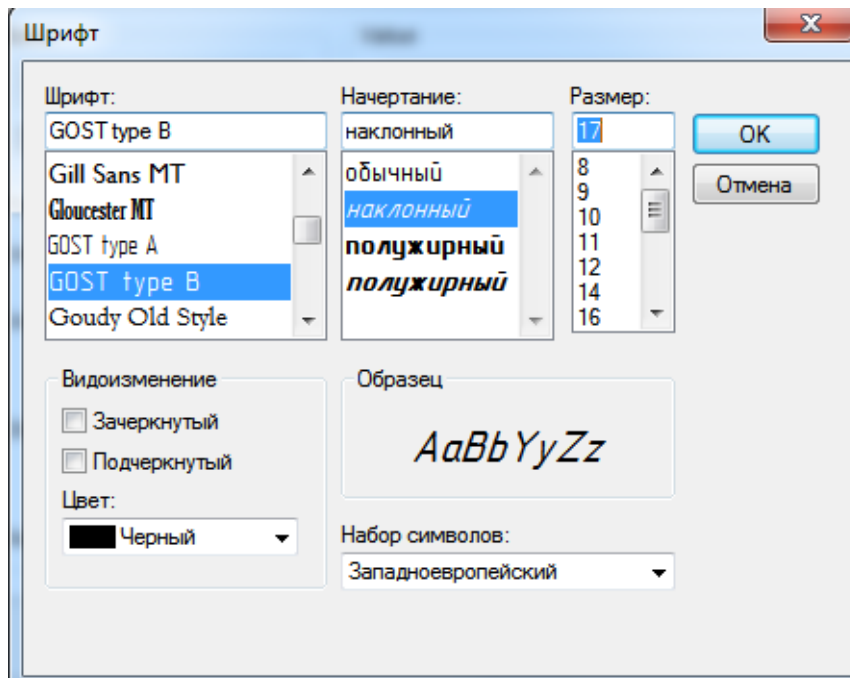

Рис. 1.12
8) Оберіть елемент **Text String** та натисніть **Edit Values**. У вікні, що відкрилось натисніть на параметри шрифту біля напису Font та відредагуйте параметри шрифту так як зображено на Рис. 1.12. Натисніть **ОК**.